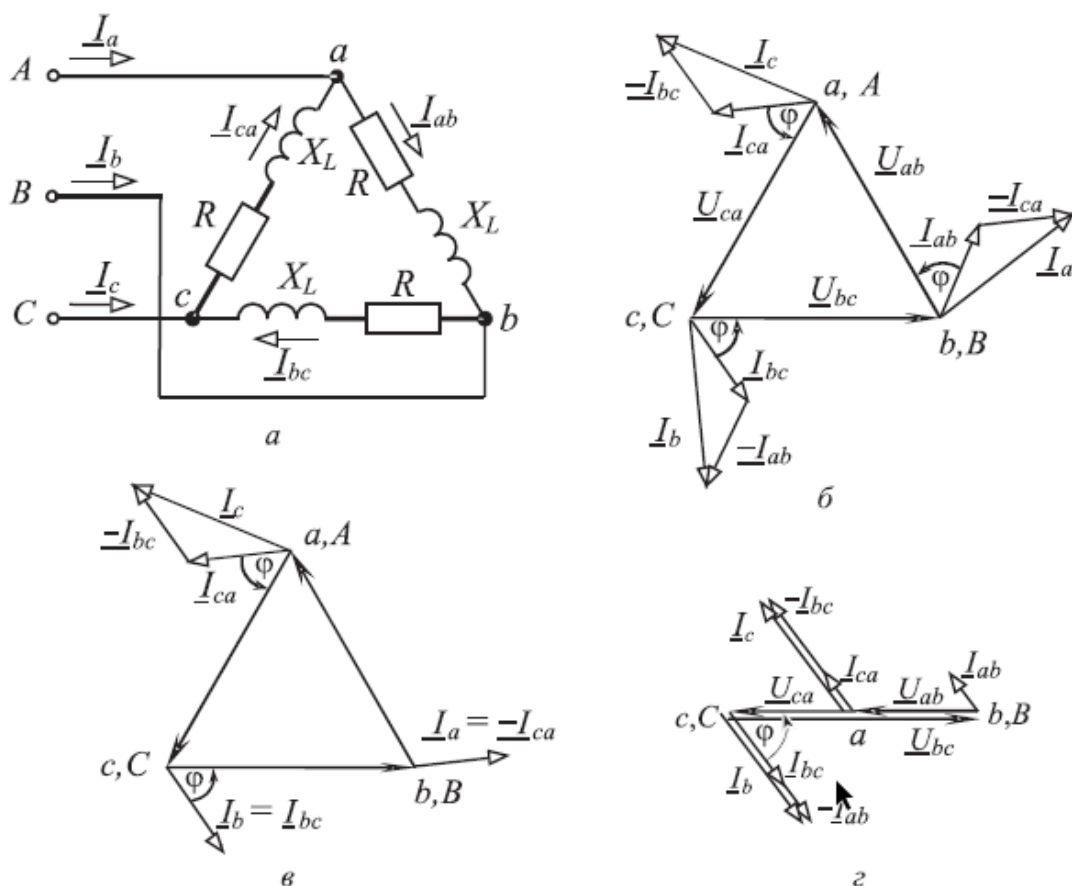

Рис. 9.7
**ЗАДАЧА 9.7.** В цепи (рис. 9.7)  $U_{л} = 220$  В,  $R = 6$  Ом,  $X_L = 8$  Ом. Определить линейные токи и активную мощность цепи: 1) при нормальном режиме работы; 2) при обрыве в фазе  $ab$ ; 3) при обрыве линейного провода  $A$ .